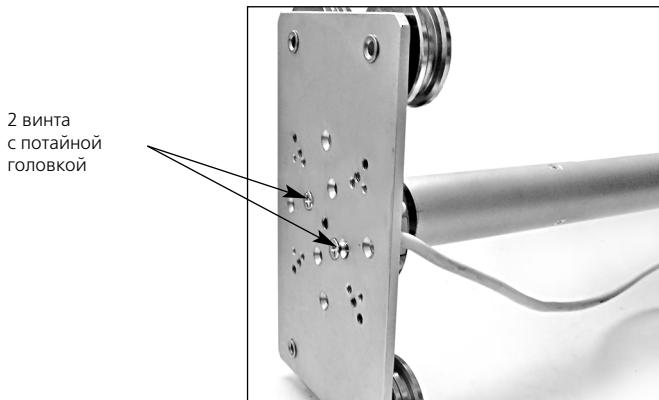

Рис.2.3 Крепление двигателей "Nice" серий Neo MH и Neo LH.
- серии Neo MH крепятся к каретке при помощи двух винтов M6x20 с потайной головкой. Для крепления завести винты с обратной стороны каретки (рис.2.3);